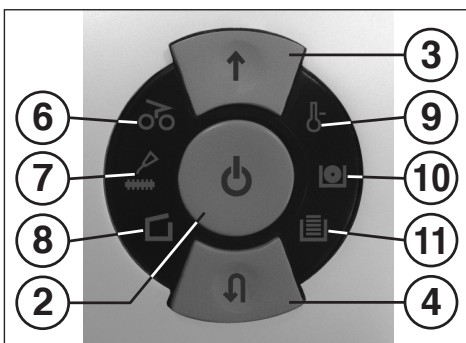

Fig. 1
- 4 = Pulsador de retroceso (Fig. 1)**
- 6 = Indicador de control (Fig. 1)**
- 7 = **Indicador de control (Fig. 1)**